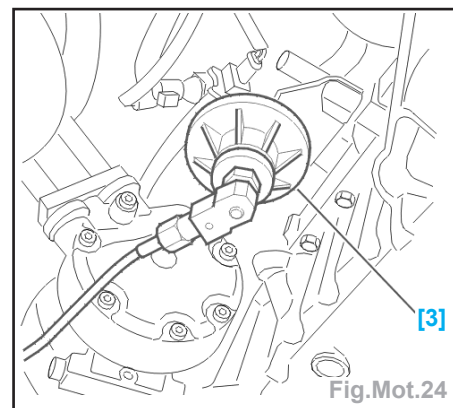

Fig.Mot.24
- Poser l'outil [3] en lieu et place du filtre à huile (Fig.Mot.24).